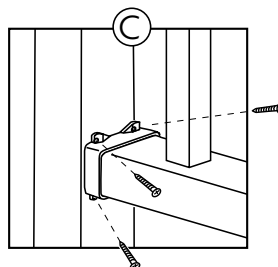

Figura 6
- 8.) Repita los pasos 6 y 7 para los restantes tres tornillos para el primer soporte inferior (Figura 6).